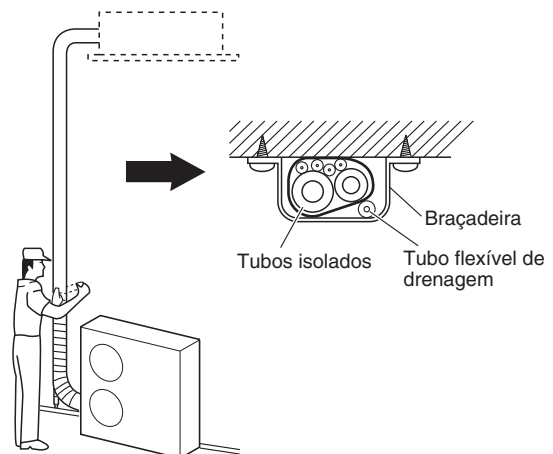

Fig. 5-9
- (1) Agora, os tubos de refrigerante (e instalação eléctrica se as normas locais permitirem) devem ser isolados juntos com fita de blindagem em 1 fardo. Para evitar o transbordamento da condensação no recolridor de drenagem, mantenha o tubo flexível de drenagem separado da tubagem de refrigerante.
- (2) Enrole a fita de blindagem desde o fundo da unidade exterior até ao topo da tubagem onde a mesma entra na parede. À medida que enrola a tubagem, sobreponha a metade de cada volta de fita.
- (3) Prenda o fardo de tubagem na parede, utilizando 1 braçadeira aproximadamente cada metro. (Fig. 5-9)